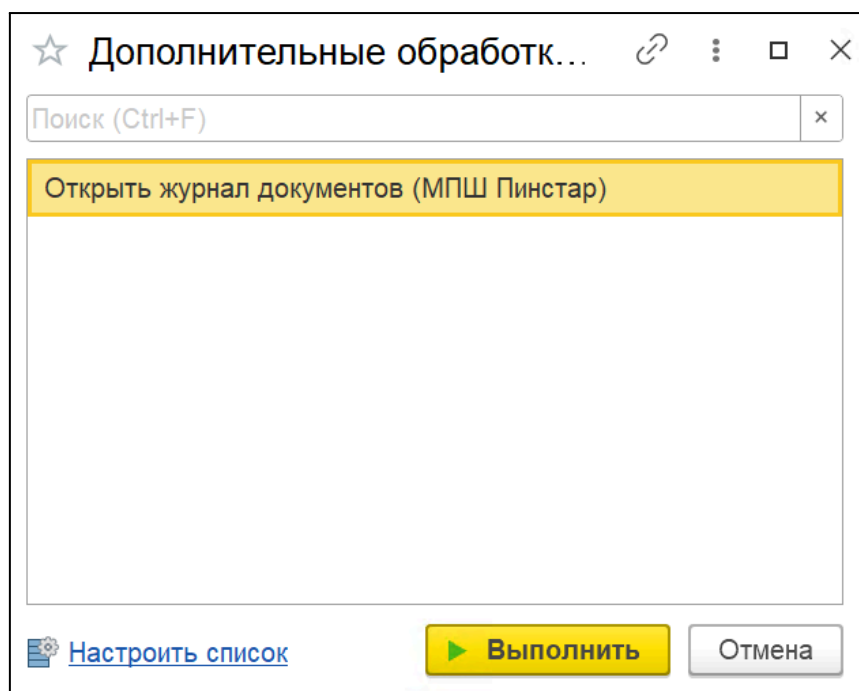

Рис. 7. Список обработок
4. Запустите обработку из места, куда ее разместили (например, пункт меню «Продажи» → «Сервис» → «Дополнительные обработки» (рис. 7), с помощью кнопки «Выполнить»).
При повторном запуске программного обеспечения «Zakupki.ЭТрН» сразу запустите обработку из места, куда ее разместили (например, пункт меню «Продажи» → «Сервис» → «Дополнительные обработки» (рис. 7), с помощью кнопки «Выполнить»).